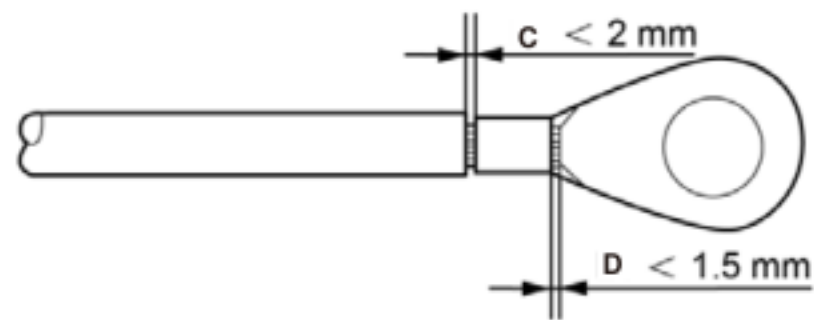

Figure 5.8 Dénudage du câble
4. Insérez le fil dénudé dans la zone de sertissage de la borne OT et utilisez la pince hydraulique pour serrer la borne sur le fil (voir la figure 5.8).